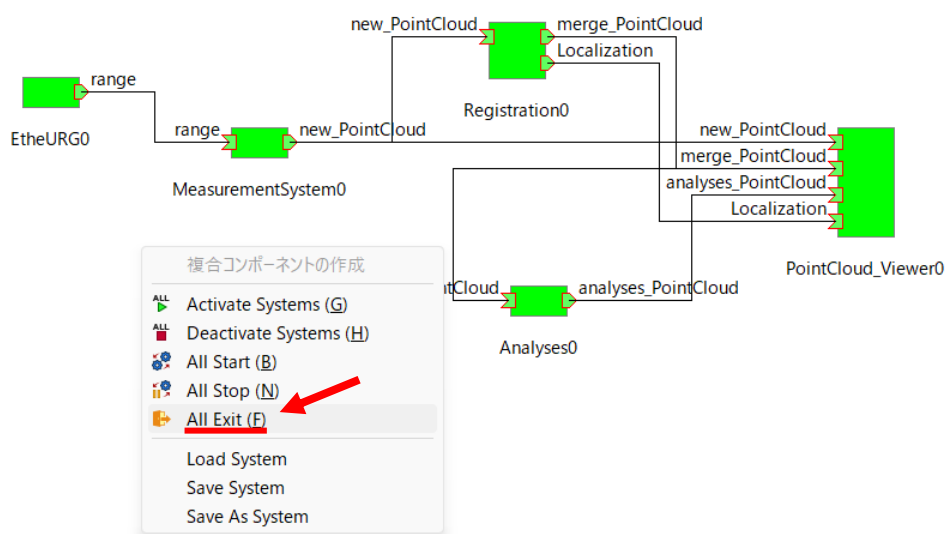

図 42 [System Editor]上の空白部分で[右クリック]し、表示させた[All Exit]
- ④ 図 42 のように[System Editor]上の空白部分で[右クリック]し、[All Exit]をクリックすると、すべての RTC が終了し、[Start Naming Service]のコンソールを除く、開いていたコンソールのウィンドウがすべて閉じられ、[Name Service View]および[System Editor]上の RTC の表示が消える。この時、PointCloud\_Viewer RTC のウィンドウを閉じている必要がある。